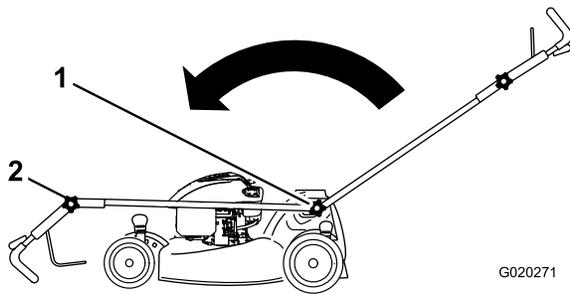

Figura 42
1. Afloje los dos pomos que sujetan el manillar al chasis hasta que pueda mover el manillar libremente (Figura 42).
1. Pomo del manillar (2) 2. Pomo del manillar superior
2. Mueva el manillar hacia adelante según se indica en Figura 42.
3. Afloje el pomo del manillar superior y pliegue el manillar superior, según se muestra en Figura 42.